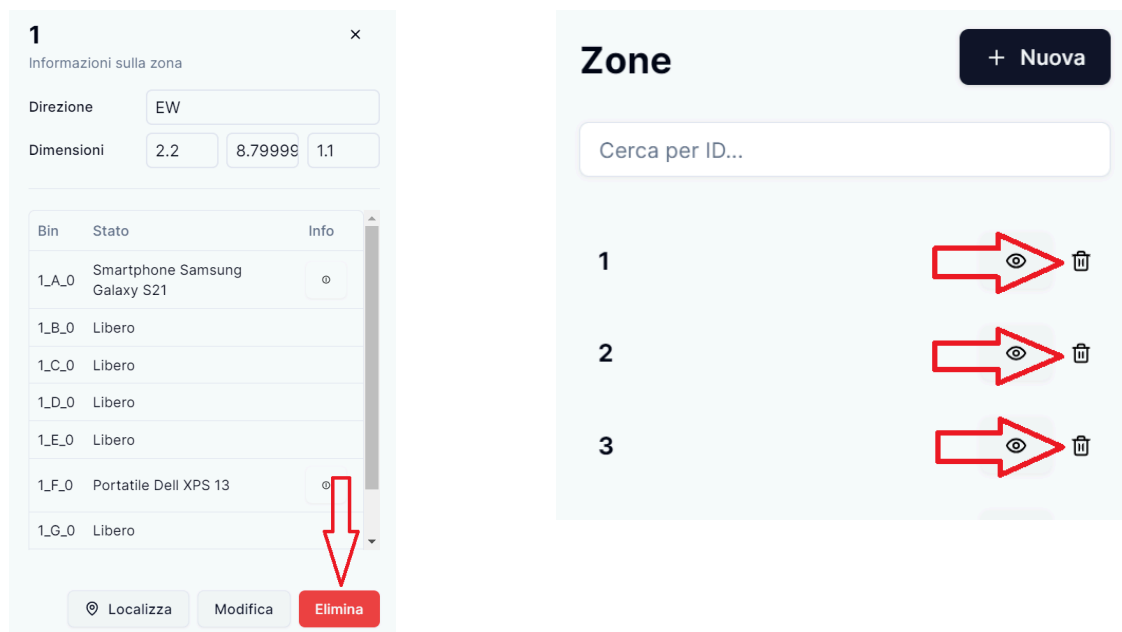

Figura 26: Pulsante “Elimina” di eliminazione zona (sinistra) e pulsanti “cestino” di eliminazione zona (destra)
- il pulsante rosso contenente la scritta “Elimina” contenuto nella parte inferiore del pannello relativo alla visualizzazione delle informazioni di una zona (Figura 26 (sinistra));
- il pulsante contenente l'icona raffigurante un cestino (Figura 26 (destra)) presente nella lista delle zone (Sezione 3.3.1) nella riga corrispondente alla zona da eliminare.